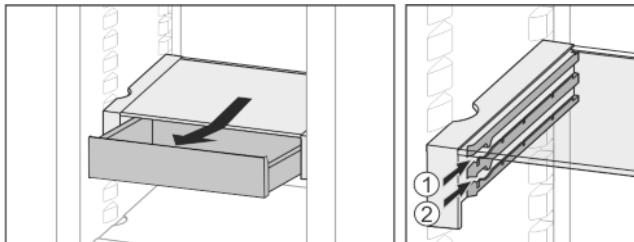

Fig. 23
- На любой высоте Fig. 23 (1) или Fig. 23 (2) вставить.